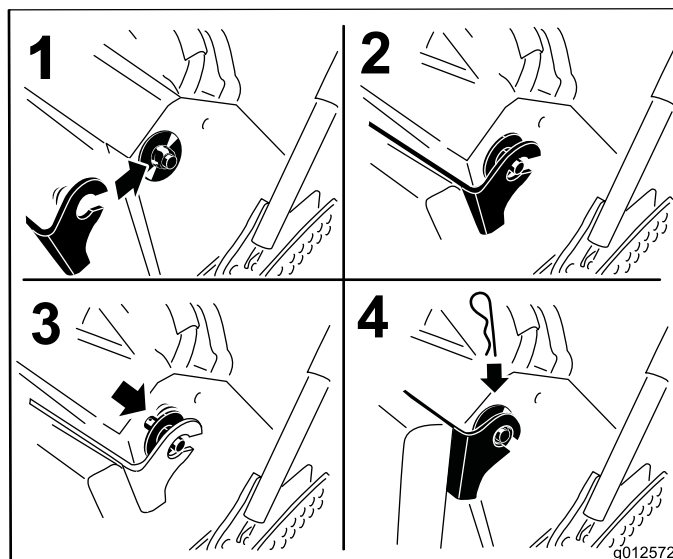

Figura 36
6. Sollevate il cuscino e inseritelo nei perni su entrambi i lati della macchina (Figura 36).
7. Inserite le rondelle grandi con boccole di plastica nelle staffe del cuscino e fissatele con una coppia (Figura 36).